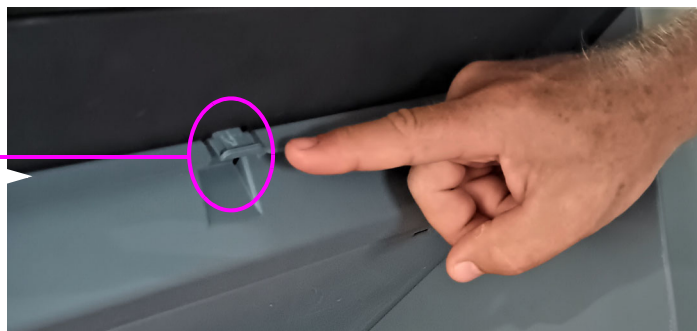

図 5-5 : フロントプリンタへのアクセス
1. ソートトレイの下にあるヒンジ式カバーを押します（図 5-5）。カバーを開けると、プリンタ本体が見えます。